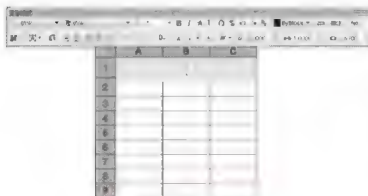

图 3.121 输入表格单元数据
(2) 单击【确定】按钮，关闭对话框，在指定插入点：提示下，在绘图区域单击一点以确定表格左上角的位置。
(3) 此时在绘图区域插入了一个空白表格，并且同时打开文字编辑器，此时可以开始输入表格内容，如图 3.121 所示。依次输入相应文字，输完一个单元后，按 Tab 键可以切换到下一个单元，也可用光标切换，结果如图 3.122 所示。